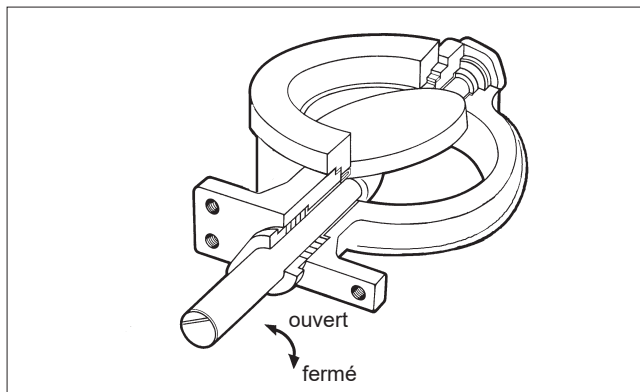
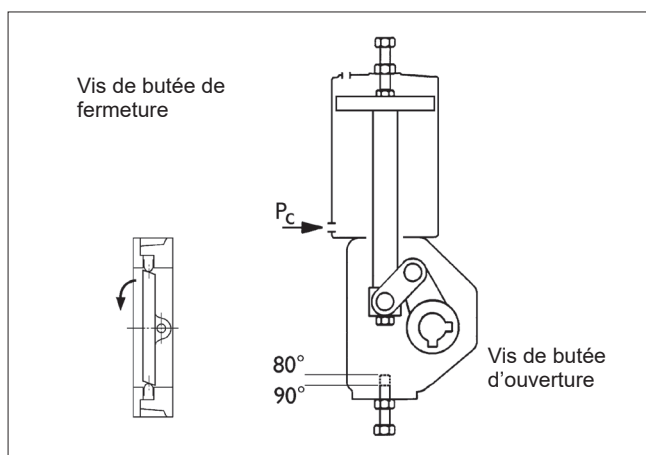

Fig. 12 Positions ouverte et fermée de la vanne
Fig. 19 Actionneur pneumatique B1C
La ligne repère parallèle au disque se trouvant sur l'extrémité de l'axe de la vanne indique grossièrement la position fermée du disque (cf. Fig. 12).
- Vérifiez la position relative du siège et du disque. La vanne ferme dans le sens horaire (cf. Fig. 12).
- Placez le disque horizontalement sur une surface plane et dure sur sa face plate (cf. Fig. 12). Levez le corps de manière à ce qu'il coiffe le disque avec les alésages des axes alignés à ceux du disque. Assurez la protection du disque (cf. Fig. 19).
- Montez le joint (18) et la bride aveugle (10). Les vis (26) doivent être serrées uniformément. Le serrage irrégulier d'une bride endommagerait le siège.
- Montez le joint de corps (19) et l'insert (2). Voyez le détail en 5.5.
- Vérifiez le contact entre le joint de siège et le disque (cf. Fig. 12).